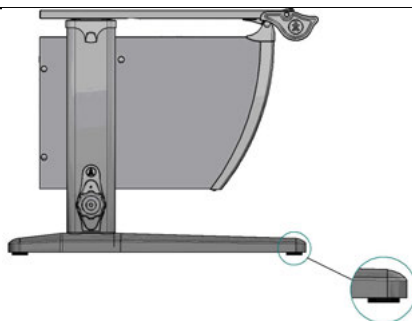

Рис. 22
- 6.1. Стол следует устанавливать на равную горизонтальную поверхность, обеспечивающую опоры всех ножек, при необходимости отрегулировать стол ножками (см. рис. 22) до горизонтального положения столешницы.